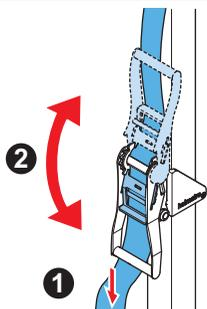

Fig. 15
- Tire manualmente del extremo suelto de la correa tensora y compruebe que el cabezal de presión, la base y la cubierta están en sus posiciones correctas. Consulte el capítulo Fig. 15.
- Repetidamente, mueva la manivela del trinquete arriba y abajo para poner la correa tensora bajo la tensión necesaria para estabilizar el vehículo. Consulte el capítulo Fig. 15.